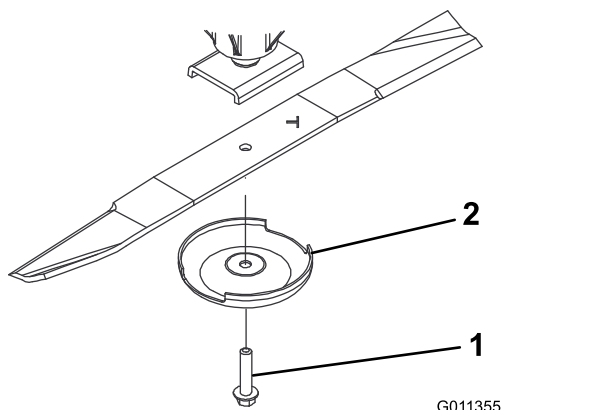

Figura 106
3. Togliete il bullone, la coppa antistrappo e la lama dall'asse del perno (Figura 106).